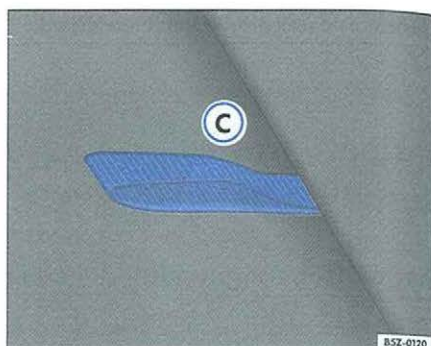

Fig. 77 Tirador interno para abatir el respaldo
- Tire del tirador rojo ⇒ fig. 77 (C), localizado entre el asiento y el respaldo, hacia adelante y recline parcial o totalmente el respaldo sobre el asiento, para acceder al maletero.